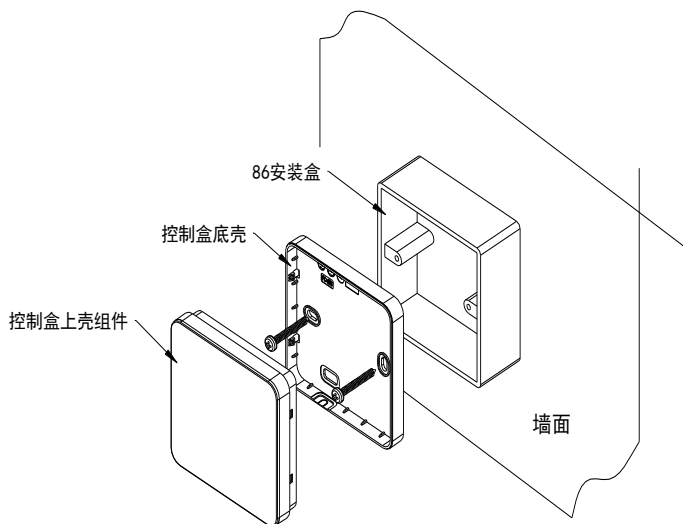

图 8
- ◆ 最后把控制盒上壳组件安装在底壳上，安装示意图如图 8 所示。